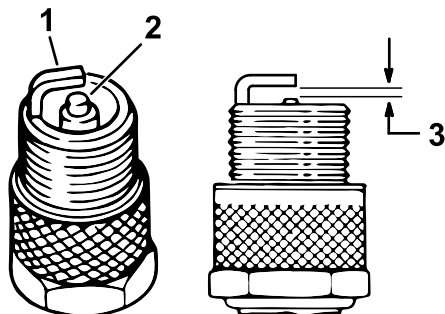

Figura 40
- Verificai starea electrodului lateral, a electrodului central i a izolatorului electrodului central, pentru a vă asigura că nu sunt deteriorate (Figura 40).
- Setai distanța dintre centrul i lateralul electrozilor la **1 mm pentru modelele EFI** sau **0,76 mm pentru modelele cu carburator**, aa cum se arată în Figura 40.